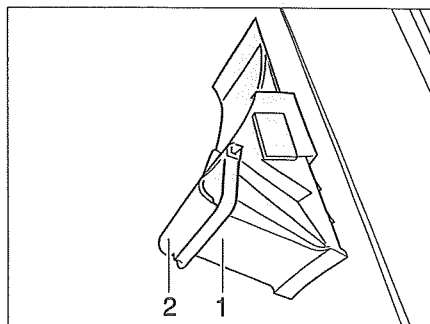

Bild 14 Stoppklossar
- Tryck ner bygeln (Bild 14,2).
- Ta ut stoppklossen (Bild 14,1) ur hållaren.